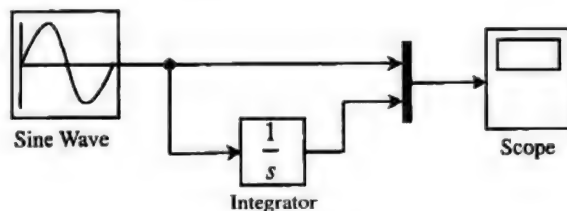

图 3-8 建好的模型
将要创建的示例模型所完成的功能是对一个正弦信号进行积分，并显示积分的结果。图 3-8 是最终建好的模型的样子。
(5) 将用户界面中的模块排列好，并按图 3-8 把它们用直线连接起来。注意模块的输入端只能和模块的输出端相连接，示意图见 3-10。
在图 3-8 所示的模型里，大部分的连线都是从输入端口到输出端口，只有一根直线从一条输出线连到 Mux 模块的输入端口，这种连线称为分支线。它表示一个模块的输出同时作为多个模块的输入。它的操作也很简单：